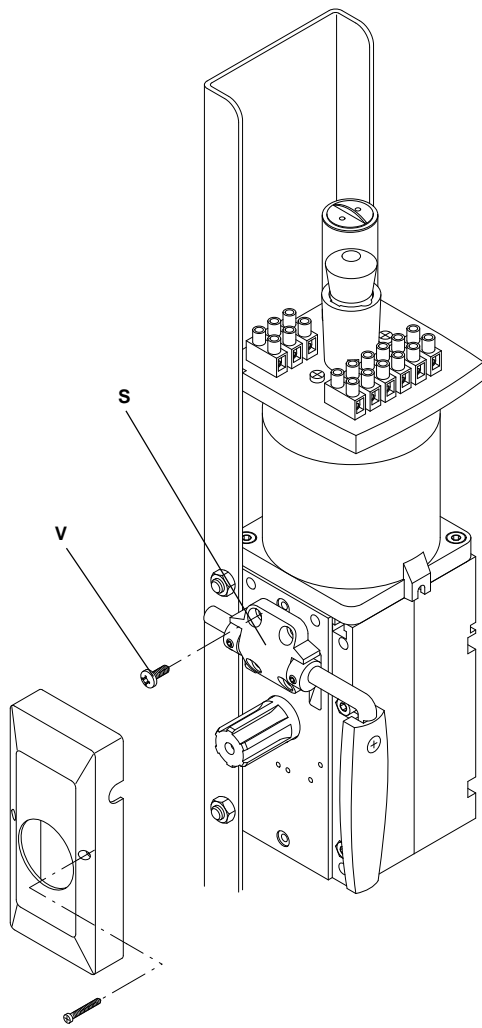

Fig.13
- Togliere il supporto S svitando le 4 viti V (fig. 13).
- Remove the support S unscrewing the 4 screws (fig. 13).
- *Die Stütze S nehmen aufschraubend die 4 Schrauben (Bild 13).*
- **Enlever le support S en dévissant les 4 vis (fig. 13).**